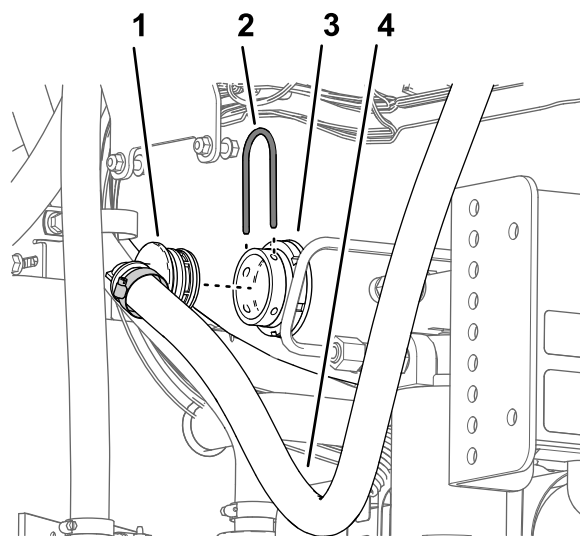

Figura 61
2. Rimuovete il fermo grande che fissa il raccordo dentellato a 90° all'estremità inferiore del flessibile di bypass al raccordo del diaframma del serbatoio dell'irroratrice (Figura 61).